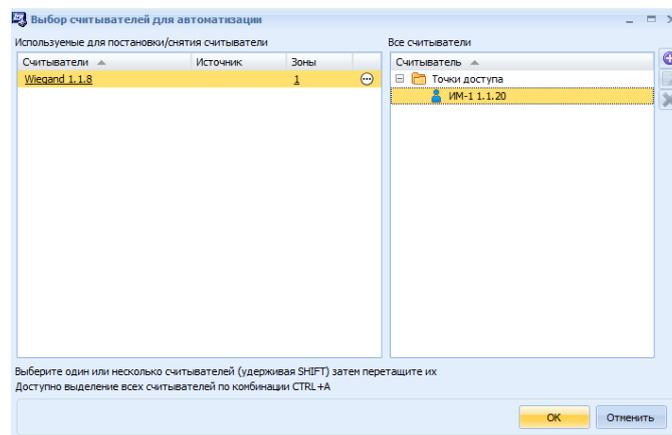
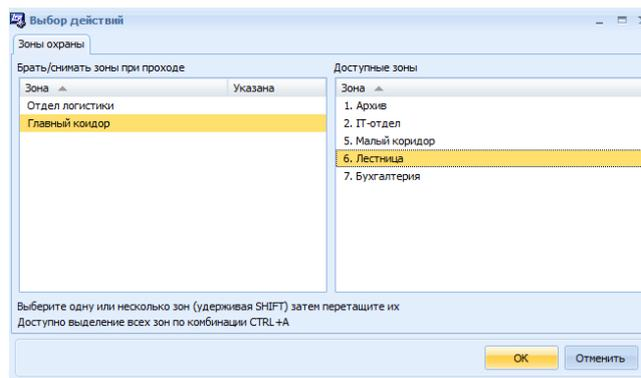

Рисунок 23.27 Окно «Выбор считывателей для автоматизации»
Рисунок 23.28 Окно «Выбор действий»
- Автоматизация - нажав на кнопку **Изменить**, выбрать используемые для автоматизации считыватели (Рисунок 23.27). Затем, нажав на кнопку  рядом с выбранным считывателем, открыть окно «Выбор действий», в котором указать какие зоны будут автоматически поставлены на охрану (сняты с охраны) при использовании идентификатора (карта или пароль) на этой точке прохода (Рисунок 23.28). Подробнее См. 23.2 вкладка Охрана.